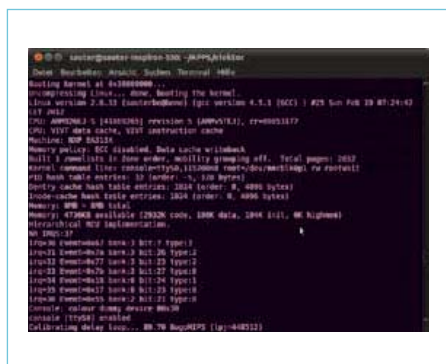

Bild 8. Linux-Kernel-Bootmeldungen.
- Der Kernel entpackt sich selbst und startet anschließend automatisch (Bild 8).